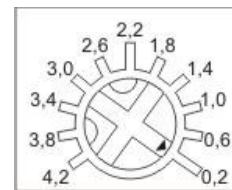

Рис.6. Установка тока фазы.
5. Установите ток обмоток двигателя потенциометром согласно рис.6. Превышение номинального тока двигателя может привести к перегреву двигателя и блока управления. Следите за правильно установленным значением тока.